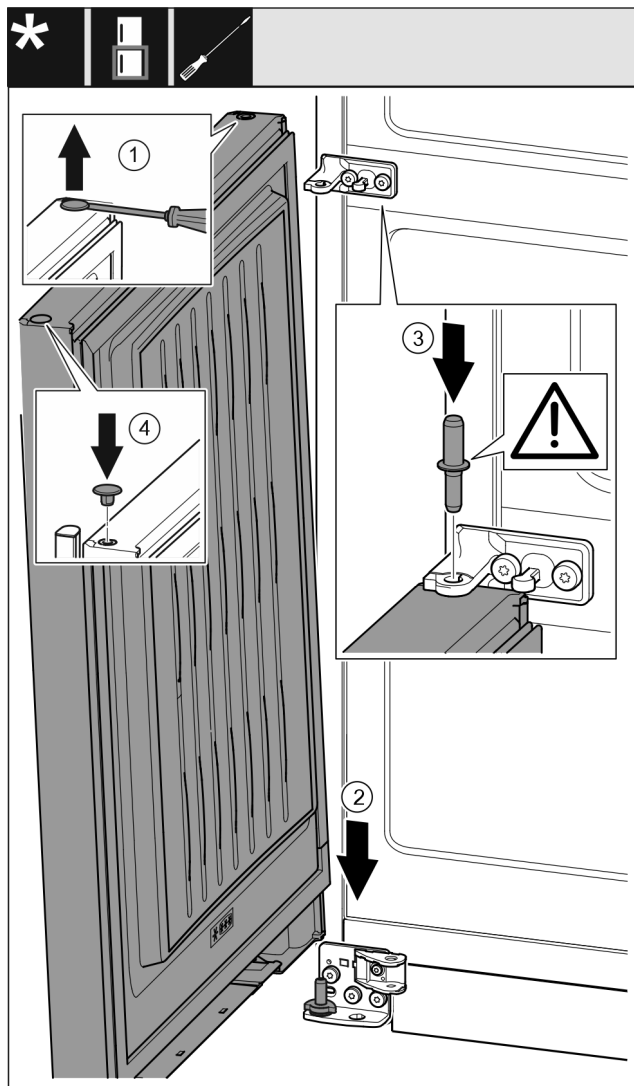

Fig. 41
- ▶ Levantar cuidadosamente los tapones con un destornillador para tornillos de cabeza ranurada y extraerlos. Fig. 41 (1)
- ▶ Colocar la puerta desde arriba sobre los pernos de apoyo inferiores. Fig. 41 (2)
- ▶ Insertar los pernos de apoyo centrales a través del soporte de apoyo central en la puerta inferior. Asegurarse de que el saliente de retención mire hacia atrás. Fig. 41 (3)
- ▶ Volver a colocar los tapones en el otro lado de la puerta. Fig. 41 (4)